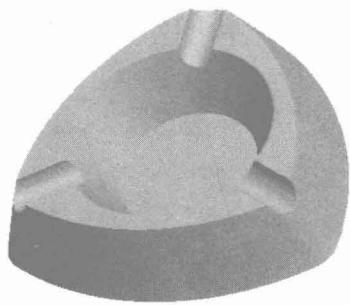
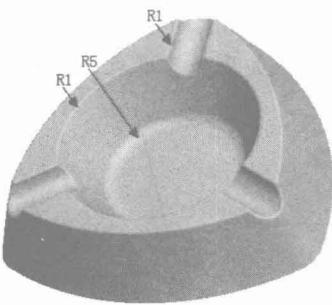

图1-8
图1-9
6. 旋转阵列拉伸切除特征，如图 1-8 所示，对实体边倒圆角，如图 1-9 所示。